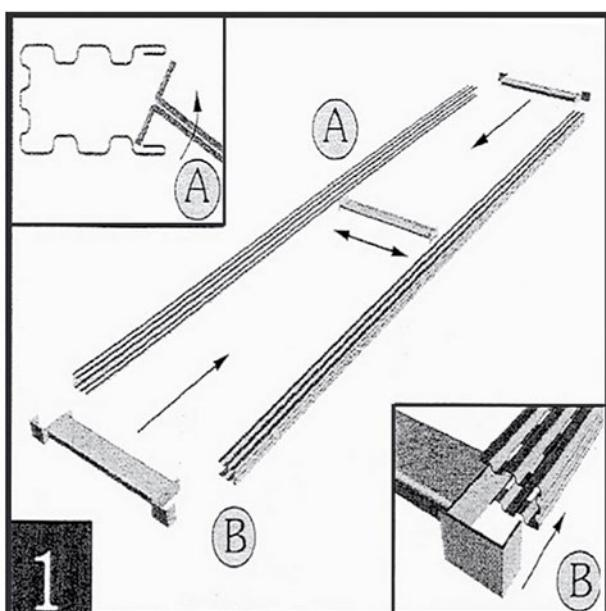

Рис.1 Сборка стоек (рамок)
1. Взять стойку и металлические стяжки, вставьте поперечину, стяжки опоры в первый паз от загнутого края стойки (A) аналогичным образом вставьте во вторую стойку параллельно первой. Вставьте с торцов стоек стяжки опоры, и вы получите спаренную стойку (B) (рама) (рис. 1).